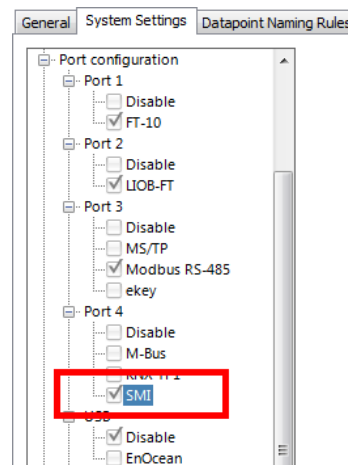

Abbildung 174: Aktivieren von SMI in den Projekteinstellungen.
2. Im Karteireiter **Gerätekonfiguration** haken Sie das Markierungsfeld für das SMI-Protokoll auf dem USB-Port an, wie in Abbildung 174 gezeigt. Wird ein LSMI-804 verwendet, so muss das Protokoll auf dem USB-Port aktiviert werden.